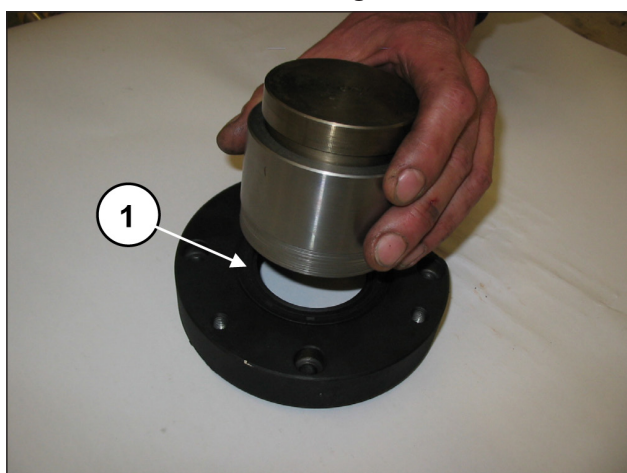

Fig. 63
Pré-monte as coberturas do rolamento PTO direito e esquerdo: Insira o anel de vedação radial no interior da cobertura do rolamento PTO, mediante o uso da ferramenta, cód. 27539500 (pos. ①, Fig. 63).